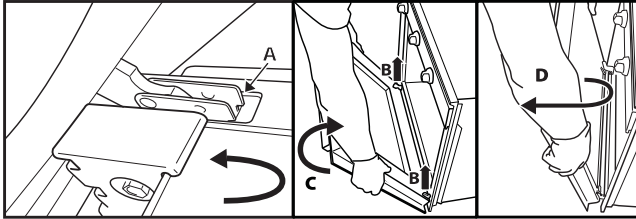

Abb. 2
3. Schließen Sie die Tür bis zum Anschlag (A), heben Sie sie an (B) und drehen Sie sie (C), bis sie aushakt (D) (Abb. 2).